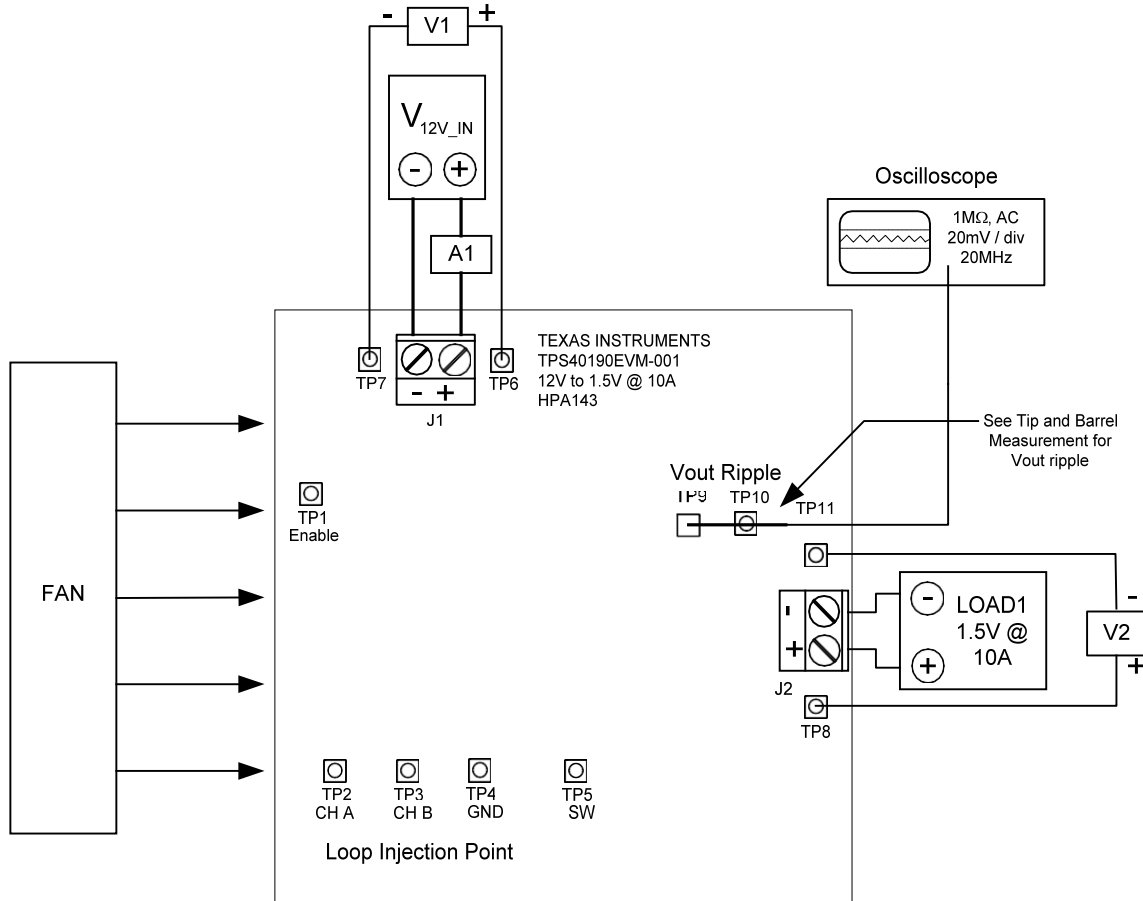

图 4-1. TPS40190EVM-001 建议测试装置
8. 如图 4-1 所示放置风扇并将其打开，确保空气流经 EVM。